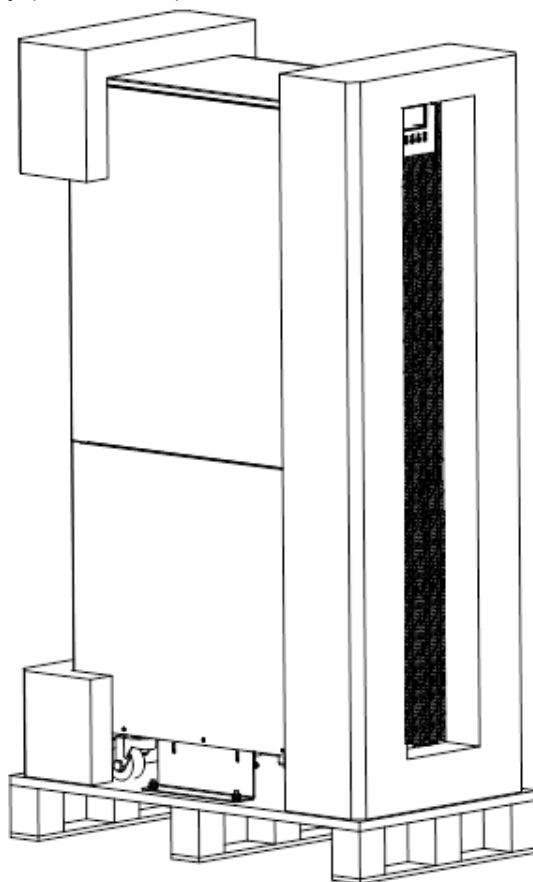

Рис.2-6 Снятие упаковки
3. Снимите упаковку (см. Рис.2-6).